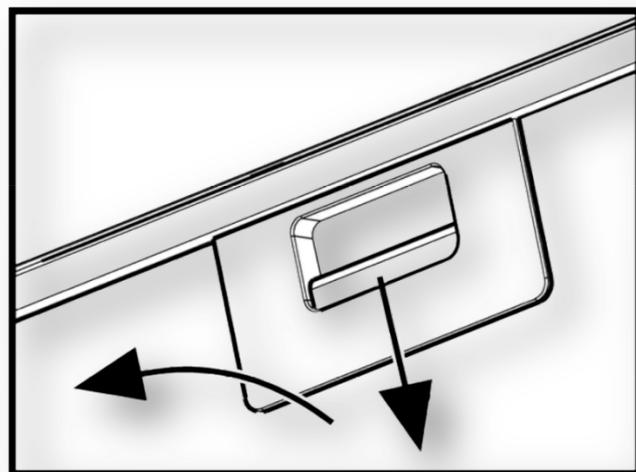

Fig.5
7.8 Pour la dépose du filtre d'aluminium (**fig. 5**) Il fut appuyer sur le loquet à ressort et, ayant tiré pour lui-même et en bas, déposer le filtre du panneau.